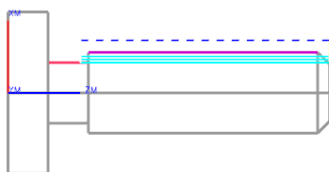

图 7.5.9 刀路轨迹
Step1. 单击“螺纹 OD”对话框中的“生成”按钮 ，系统生成的刀路轨迹如图 7.5.9 所示。